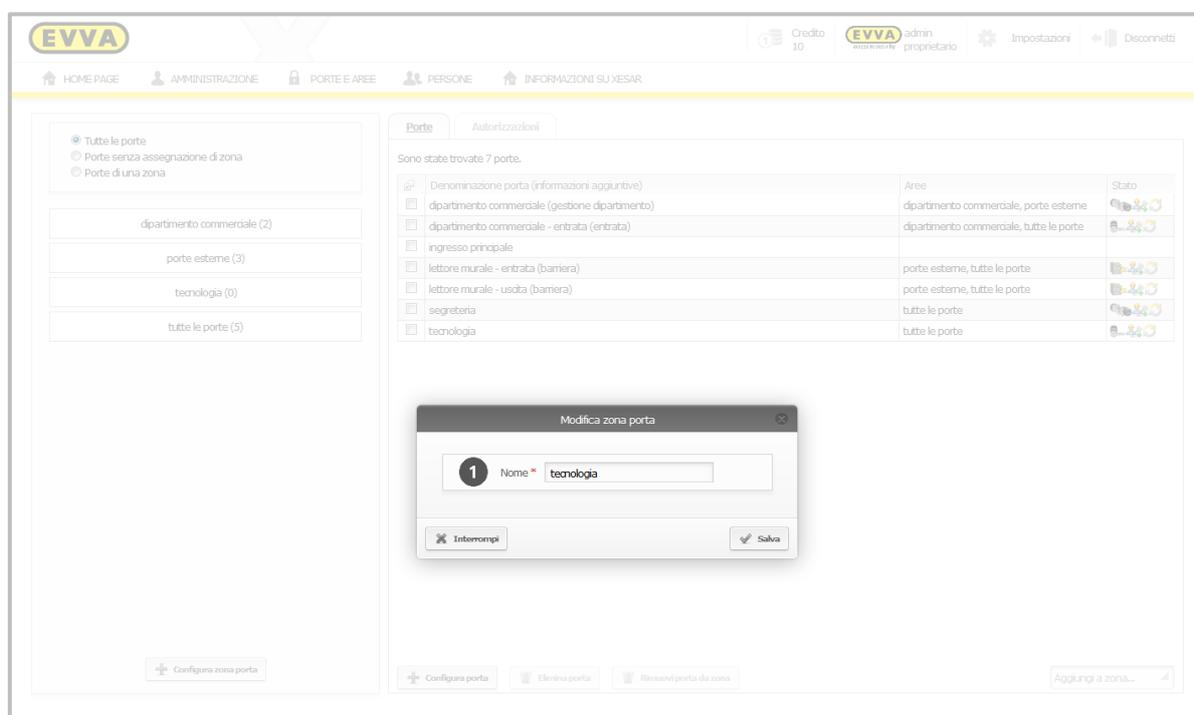

Figura 72: Modifica del nome di una porta
- Nel campo **Nome** della finestra di dialogo (Figura 72: Modifica del nome di una porta) inserire la nuova denominazione della zona e confermare la modifica facendo clic su **Salva**.